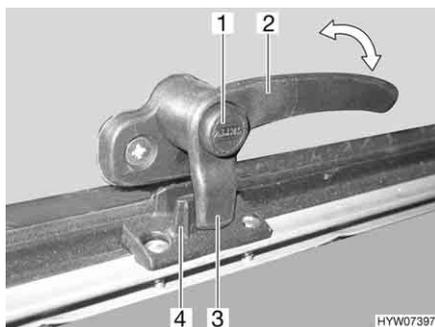
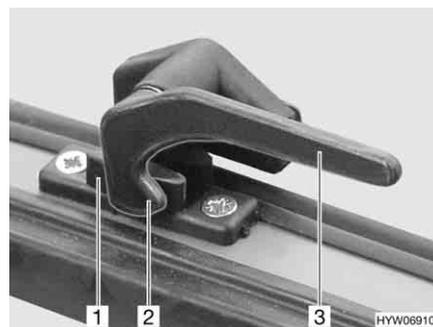

Fig. 74 Alavanca de trava com botão de segurança na posição "Fechada"
Fig. 75 Alavanca de trava na posição "Fechada"
- Se disponível, prima o botão de segurança (Fig. 74,1) e mantenha-o premido.
- Gire a alavanca de trava (Fig. 74,2 ou Fig. 75,3) um quarto de volta na direção do meio da janela.
- Gire a alavanca de trava (Fig. 74,2 ou Fig. 75,3) um quarto de volta em direção à moldura da janela. A ponta de trava (Fig. 74,3 ou Fig. 75,2) na alavanca de trava fica completamente assente na parte de dentro do dispositivo de bloqueio da janela (Fig. 74,4 ou Fig. 75,1).
- Na posição "Bem fechada" (Fig. 74 e Fig. 75)